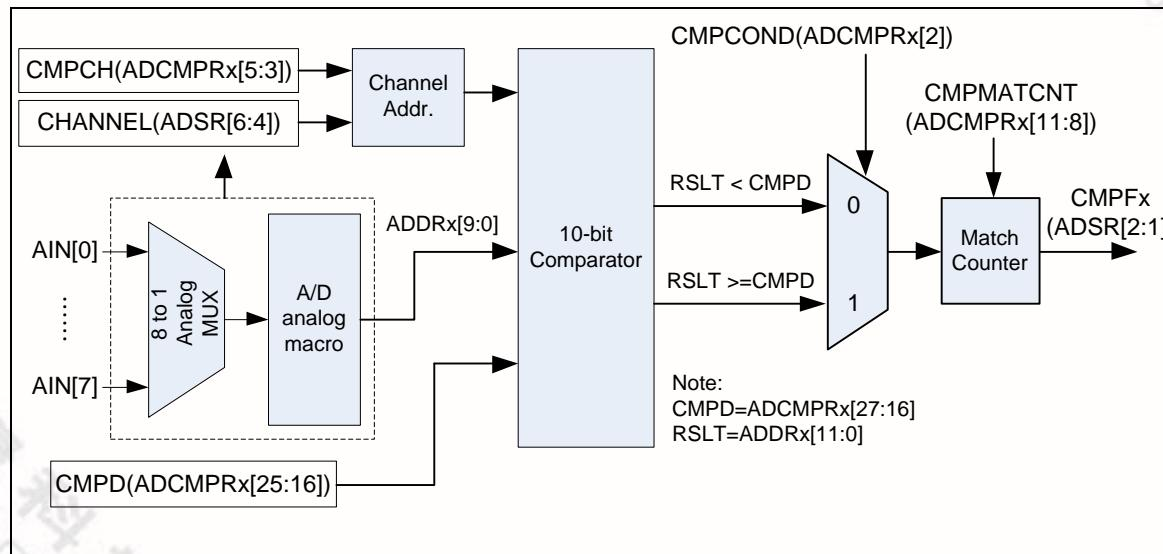

图 5-105 A/D 转换结果监控逻辑图
5.17.4.6 ADC控制器提供两组比较寄存器 ADCMPR0 和 ADCMPR1, 用于监控来自A/D 控制器的 最多2个通道的转换结果, 可参考 图 5-105。软件可通过设定CMPCH(ADCMPRx[5:0]) 来选择监控哪路通道, 而CMPCOND 位被用来检查转换结果小于或大于等于CMPD[9:0]中指定的值. 当CMPCH指定的通道转换完成时, 比较行为将会被自动的触发一次. 当比较结果和设定值相匹配, 比较匹配计数器将加1, 否则, 比较匹配计数器将会被清0。当计数器的值和设定值 (CMMATCNT+1) 相等时, CMPF 位将置 1, 如果CMPIE 置位, 将产生 ADC_INT中断请求. 在扫描模式下无需软件介入就可用其监控外部模拟输入引脚电压变化。具体逻辑框图如下: